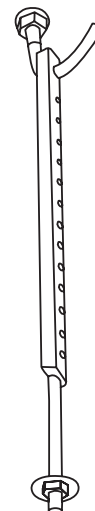

Fig. 4.4
- Instalati carligele de sustinere (Fig 4.4)